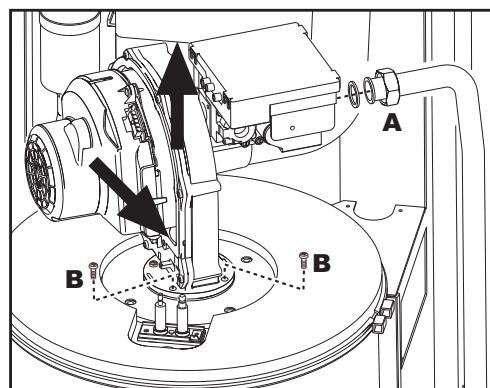
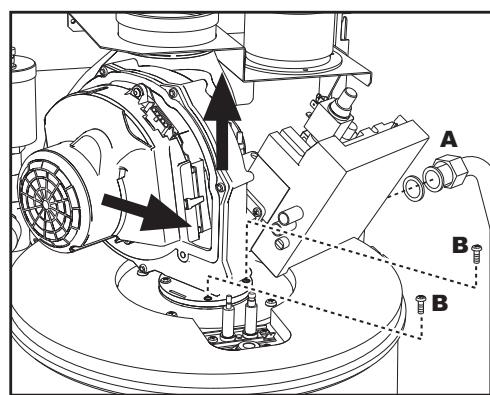

fig. 54 - modelo ENERGY TOP B 80 - 160
fig. 55 - modelo ENERGY TOP B 125 - 250
4. Aflojar la tuerca de fijación "A" de la válvula del gas (fig. 54 y fig. 55).
5. Desenroscar los dos tornillos de fijación "B" y extraer el grupo ventilador como se indica en la fig. 54 para el modelo ENERGY TOP B 80 - 160 y en la fig. 55 para el modelo ENERGY TOP B 125 - 250.